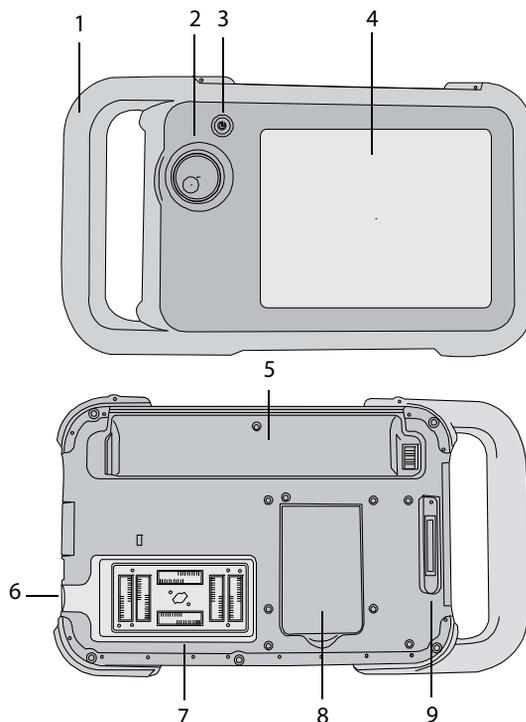

Figura 1 Parte frontal (superior) e traseira (inferior) do sistema
A parte traseira do sistema possui um compartimento para bateria, um compartimento para transdutor e um conector para acoplamento do NanoMaxx™. A lateral possui duas portas USB. (consulte Figura 1 na página 1).
O pedestal possui portas para a fonte de alimentação, o cabo da impressora e outros itens. Ele é conectado na parte traseira do sistema. (consulte Figura 1 na página 1). Cada porta tem um símbolo que descreve sua função.
- ❖ Insira o pedestal no respectivo conector localizado na parte traseira do sistema. (consulte Figura 1 na página 1).
- 2 Conecte o cabo de alimentação CC da fonte de alimentação à sua porta no pedestal. Consulte Figura 1 na página 1.
Para evitar o risco de choques elétricos, não toque no conector do transdutor (que representa o compartimento do transdutor) do sistema quando o transdutor não estiver conectado. Consulte Figura 1 na página 1.
- ❖ Insira o dispositivo de armazenamento USB em uma porta USB  no sistema. Consulte Figura 1 na página 1.